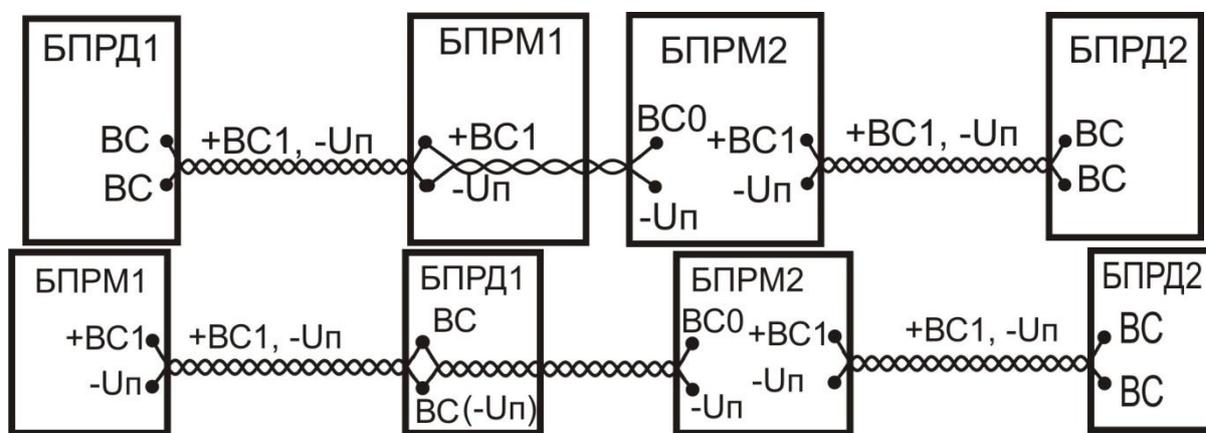

Рис.6.8
6.3.2.1 На тыльной стенке кожуха БПРД имеется окно встроенного светодиода 3 для визуального контроля работы, для чего к фирменному значку 2 на тыльной стенке БПРД необходимо приложить и удерживать во время контроля магнит 1 (см. рис.6.8). В случае нормальной работы БПРД, светодиод методично мигает с периодом около 1 сек. На тыльной поверхности БПРМ под защитной крышкой расположены три синих индикатора «0» (нулевой разряд сигнала), «1» (первый разряд), «2» (второй разряд) и двухцветный (синий/красный) «3» (3с/3к) {третий разряд/(Тревога или четвертый разряд)}, регулятор чувствительности извещателя «Per». Крышка, обеспечивающая защиту органов управления и индикации от внешних воздействий, закрепляется на тыльной поверхности БПРМ двумя невыпадающими винтами. Вблизи индикатора «3» находится отверстие **инфракрасного датчика** положения крышки (открыта – закрыта). Извещатель формирует сигнал ТРЕВОГА размыканием выходного реле при открывании защитной крышки.